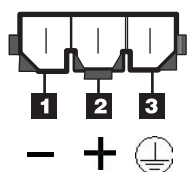

Figura 14. Conector de alimentación CC - posición de las patillas
- b. Conecte el cable de alimentación CC a la fuente de alimentación. Consulte Figura 14 and Tabla 1 para obtener más información acerca de las posiciones de las patillas conectoras.